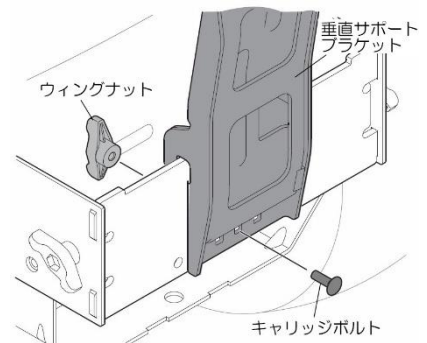

図6
3. 垂直サポートブラケットをマウントアセンブリに固定します。図6を参照してください。下記の部品でしっかりと締め付けてください。